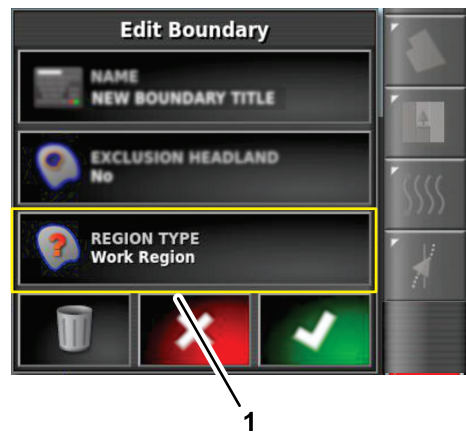

Figure 63
1. Dans la boîte de dialogue Modifier une limite, appuyez sur l'icône TYPE DE ZONE (Figure 63).